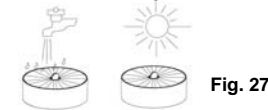

Fig. 27
5. También puede limpiar el filtro Tipo HEPA enjuagándolo en un lavabo, haciendo que el agua pase por su lado sucio (parte superior). (Fig. 27). Siempre déjelo secar al aire durante 24 horas antes de volver a colocarlo en la aspiradora. (Fig. 27)